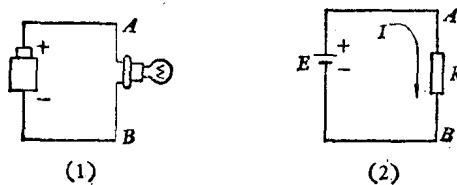
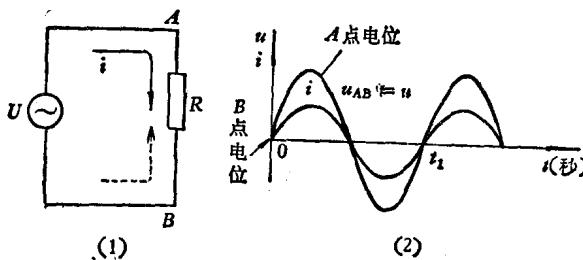

图 1-1
图 1-5
用导线把电源和负载连接起来，形成回路，在回路中就有电流流过，我们称作电路。图 1-1(1) 是把电源(电池)和负载(小灯泡)连接起来的实物图。常见的电路图上，往往是用符号及文字来表示。如图 1-1(2) 所示，直流电源用符号  及文字 E 表示；电阻用符号  和文字 R 表示(这里的负载即小灯泡，实际也是一只电阻)等等。
我们已经知道，如果把电阻 R 接在直流电源上，如图 1-1(2)， A 点的电位总是比 B 点高，现在 R 接在交流电源上面，如图 1-5(1)， A 点的电位有时比 B 点高，有时比 B 点低，有规律地不断变化着，如图 1-5(2) 所示，所以在 R 上流过的电流也相应地有规律地变化着：图 1-5(2) 中，交流电压随时间是按正弦曲线变化的，故叫正弦交流电。
我们看图 1-5(2) A 点电位的变化情况。一开始，A 点电位和 B 点电位相等 \rightarrow A 点电位比 B 点高 \rightarrow A 点电位和 B 点电位相等 \rightarrow A 点电位比 B 点电位低 \rightarrow A 点电位和 B 点电位相等，从 0 至 t_1 的时间称为一个周期，用 T 表示，单位是秒。